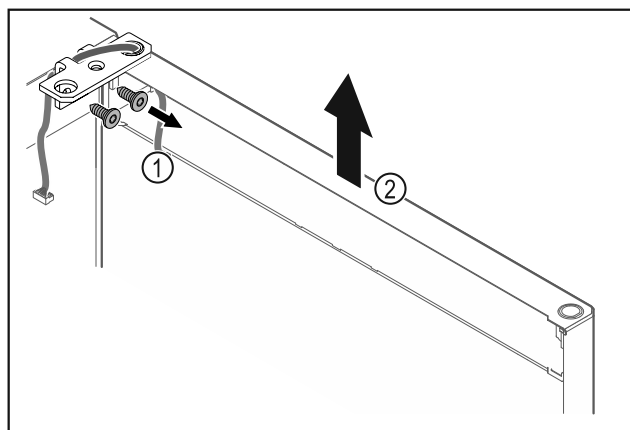

Fig. 27
- Noskrūvējiet lokāmos kronšteinus Fig. 27 (1).
- Paceliet durvis kopā ar lokāmajiem kronšteinu Fig. 27 (2) apmēram 200 mm taisni uz augšu un noņemiet tās.